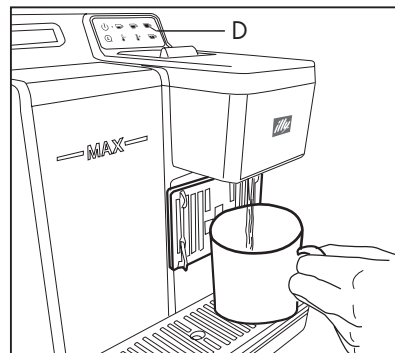

Abb. 7
- Drücken Sie die Taste (D) **(Abb. 7)** und warten Sie bis die Abgabe beendet ist. Nun ist das Gerät ausgespült.